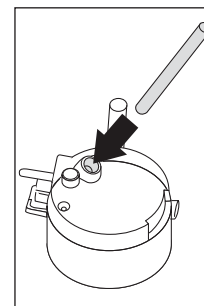

Fig. 31
- ▶ Asegúrese de que el tubo de entrada se introduzca correctamente en la arandela de goma (Fig. 31). Después, vuelva a colocar la tapa del recipiente de leche.